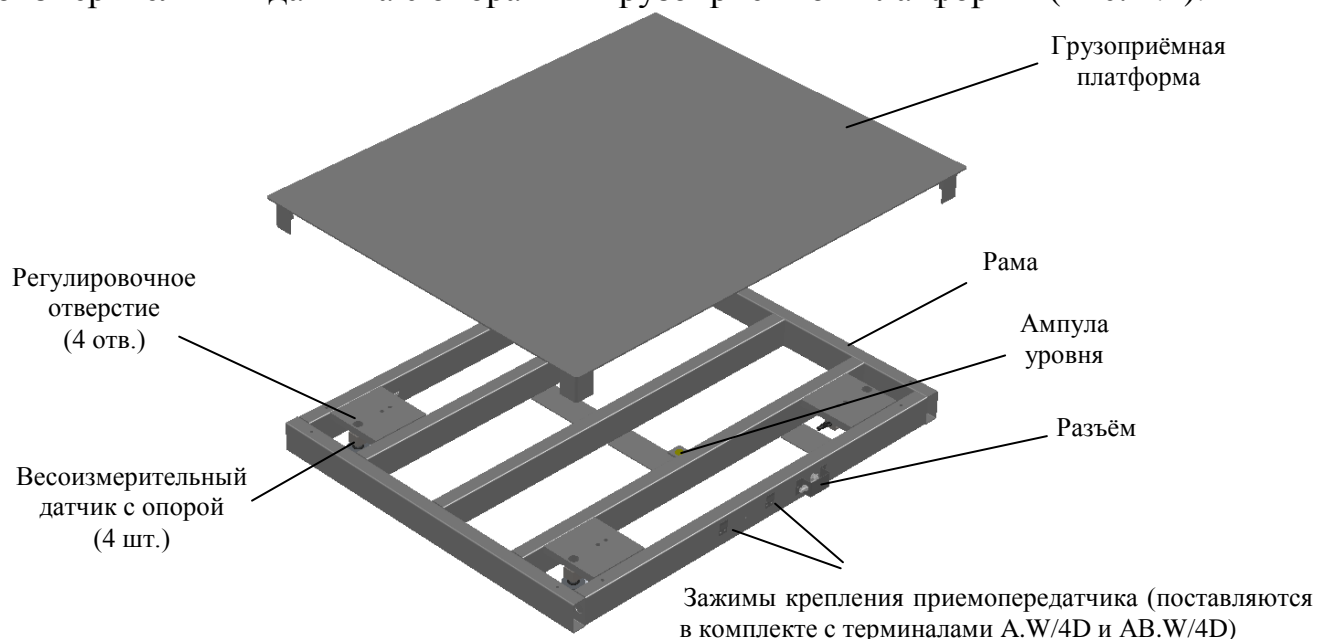

Рис. 4.1 - Модуль взвешивающий 4D-P_
4.1 Модуль состоит из рамы, на которой установлены четыре цифровых весоизмерительных датчика с опорами и грузоприёмной платформы (Рис. 4.1).
5.1 Установить модуль на горизонтальную поверхность. Распаковать. Снять грузоприёмную платформу (Рис. 4.1).
5.2 Вывинтить транспортировочные винты (8 шт.) в четырёх углах рамы и удалить транспортировочные опоры и картон (Рис. 4.1).